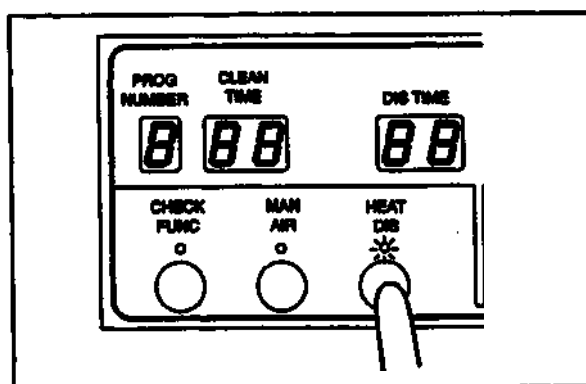

Рис. 5.1
2. Нажмите на кнопку «HEAT DIS» на вспомогательной панели управления. После нажатия кнопки загорается индикаторная лампочка «HEAT DIS», которая показывает начало процесса), а на дисплее «CODE/TIME» главной панели управления отображается вращающийся знак [□]. Дезинфицирующий раствор поступает в моечную ванну и процесс нагревания начинается (см. рис. 5.1).